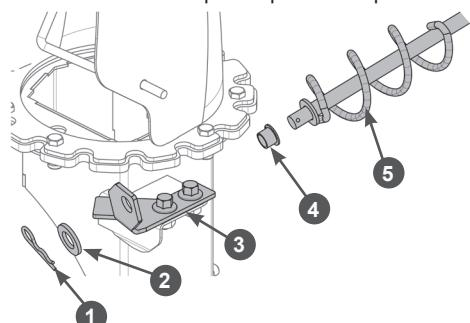

Рис. 14. Установка рычага управления поворотом жёлоба (сторона жёлоба)
- Установите другой конец рычага в отверстие кронштейна на кожухе шнеков со следующей очередностью: втулка, шайба, шплинт (Рис. 14).
- Вращением рычага управления поверните жёлоб несколько раз влево-вправо от упора до упора, проверьте зацепление витков рычага и жёлоба. Если зацепление неполное, ослабьте затяжку гаек и болтов крепления кронштейна 3 (Рис. 14) и подвиньте кронштейн в сторону жёлоба, чтобы обеспечить более плотное зацепление витков рычага и жёлоба.